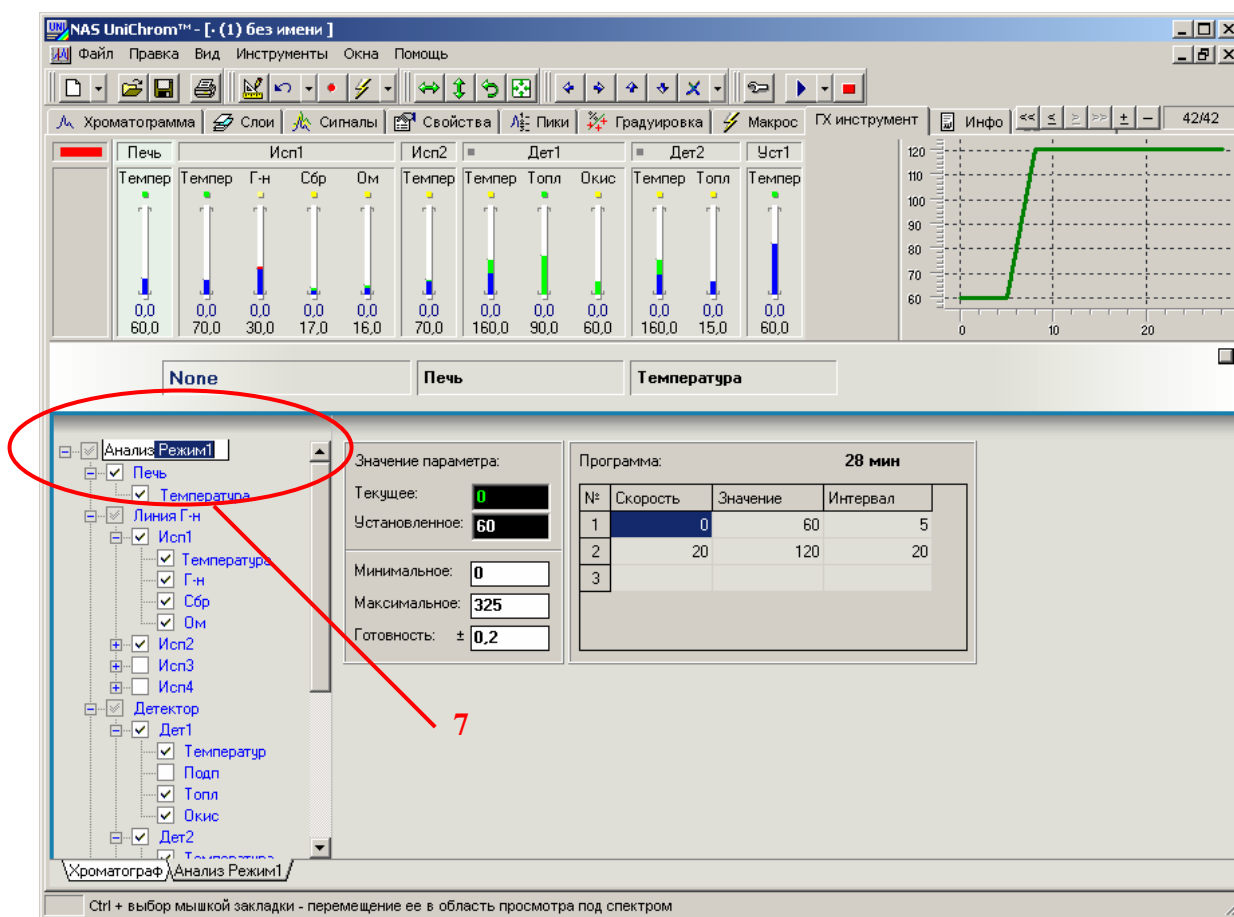

Рис. 9. Редактирование наименования режима прибора и названий регуляторов.
- Подведите курсор мыши в область, где размещается название режима или регулятора (см. Рис. 9).
- Подведите курсор мыши в область «рисованного» регулятора температуры колонки (см. Рис. 9).